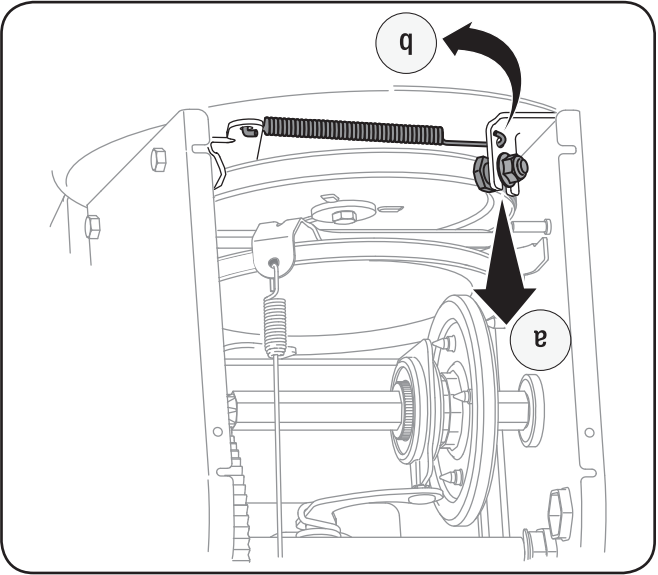

Fig. 7-5
7. Dégagez la courroie comme suit. Voir la Fig. 7-5.